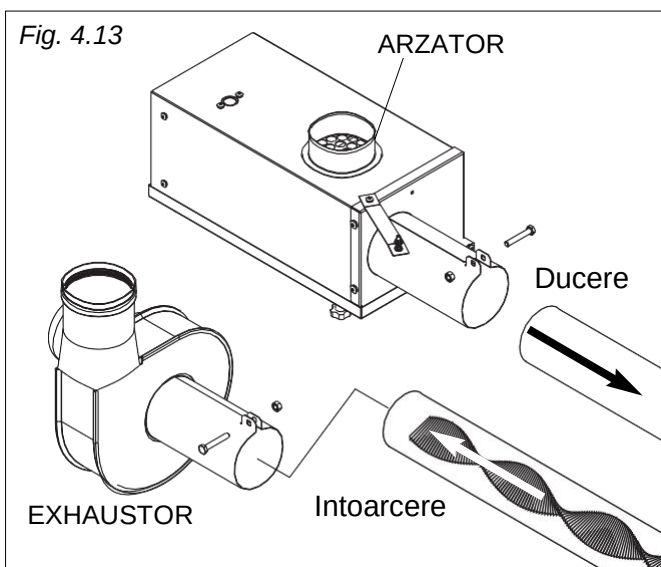

Fig. 4.13
- Fixați arzătorul la capătul tubului de ducere și exhaustorul pe tubul de întoarcere (fig. 4.13) consultați și paragrafele 3.5, 3.6, 3.7.